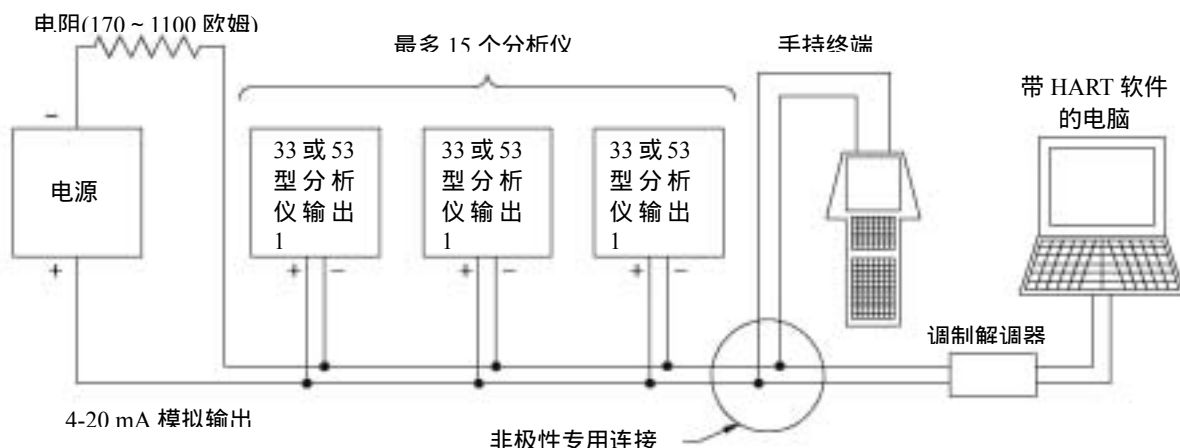

图 3-5 HART 多分析仪布线方法 (用于多分析仪网络)
2. 参考图 3-5，并将每个分析仪 (最多 15 个) 的 4-20 mA 模拟输出 1 信号以并联的方式连接到一个电缆上，极性如图所示。